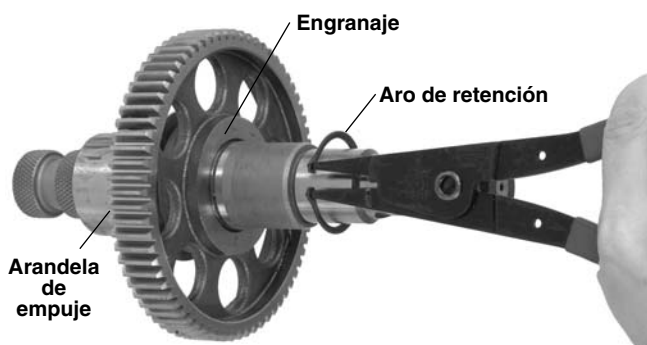

Figura 19 – Extracción del aro de retención
5. Extraiga el aro de retención del eje de accionamiento y retire el engranaje (vea la Figura 19).